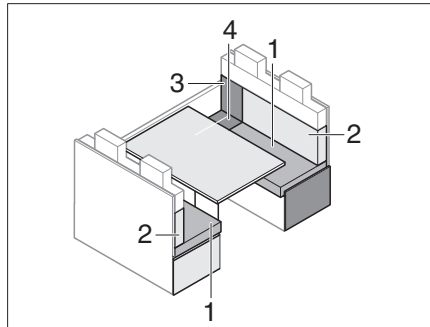

Fig. 196 Antes de la transformación
- Quitar el cojín del respaldo (Fig. 196,2) y ponerlo al lado.